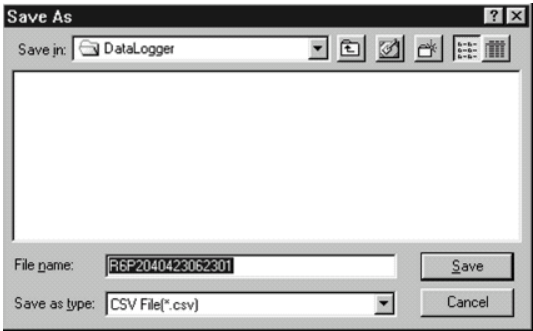

Рис. 113
- 2. Выбрать диск и папку, где данные будут сохранены и определить название{имя} файла. (Рис. 113)